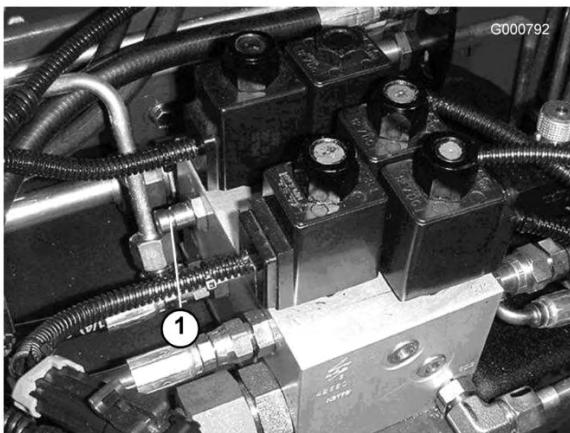
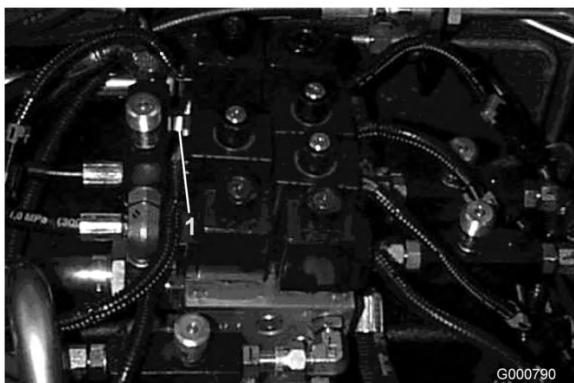

図 81
図 80
1. テストポートA（図 80 と 図 81）は、昇降シリンドラの故障探究用です。